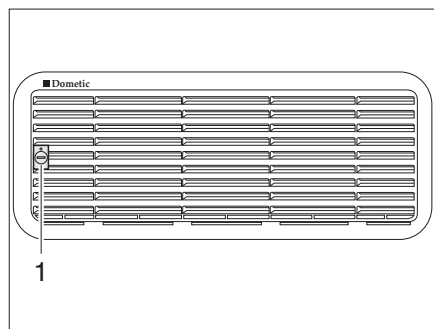
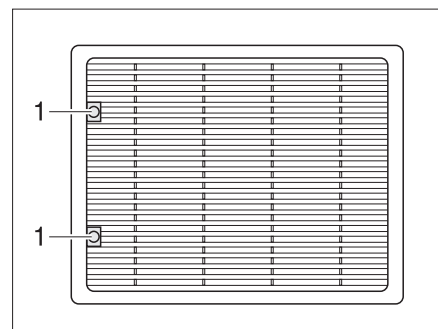

Fig. 314 Griglia di aerazione del frigorifero (Dometic piccolo)
Fig. 315 Griglia di aerazione del frigorifero (Dometic grande)
- Con l'ausilio di una moneta ruotare la vite (Fig. 314,1 o Fig. 315,1) di un quarto di giro.